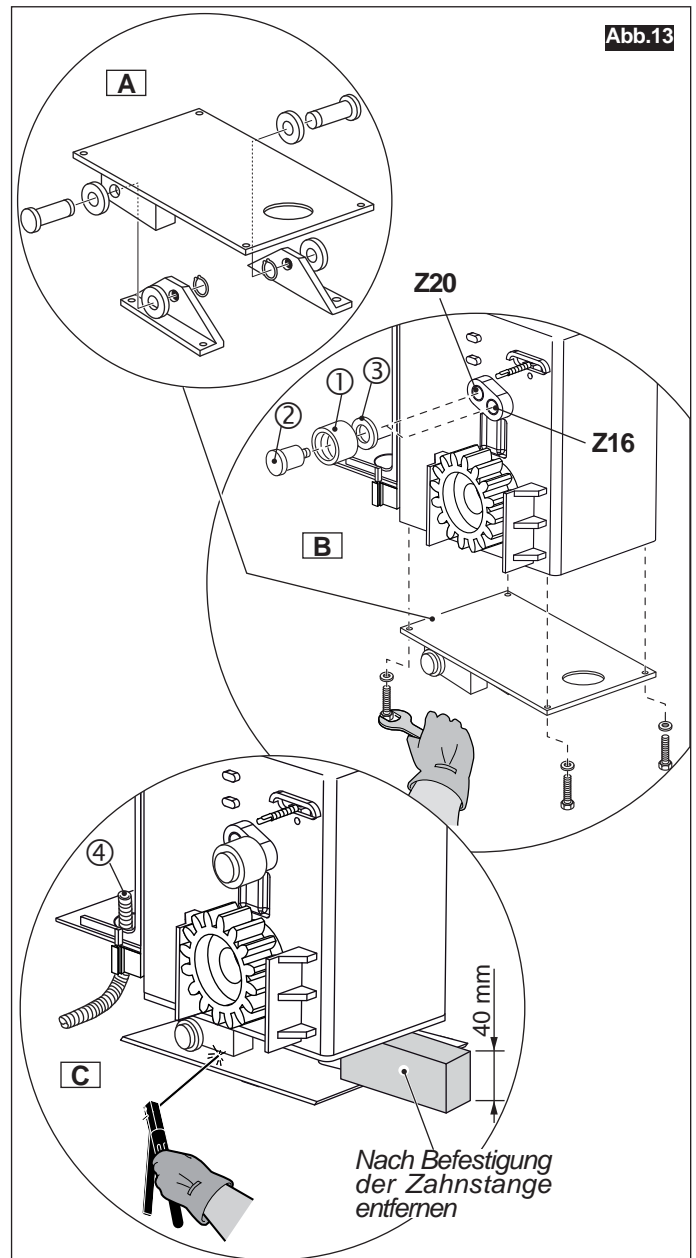

Abb.13
- Die zwei Winkel unter der Kippplatte montieren, und zwar jeden mithilfe des jeweiligen Stifts mit zwei Unterlegscheiben und Seegerringen (Abb.13-Det.A).
- Die Kontrastrolle (Abb.13-Pos.1) in der je nach installiertem Ritzeltyp (Z16 oder Z20) gewählten Bohrung (Det.B) positionieren und mit dem Stift mit Unterlegscheibe (Pos.2-3) befestigen.
- Die Kippplatte mit den Schrauben mit Unterlegscheibe (Abb.13-Det.B) unter der Basis des Antriebs montieren. **Die Platte wie abgebildet KORREKT POSITIONIEREN.**
- Die zwei Auflegewinkel der Kippplatte an der Fundamentplatte festschweißen (Abb.13-Det.C). **WICHTIG: Es empfiehlt sich, vorerst eine Vorschweißung mit 2 Schweißpunkten vorzunehmen. ERST NACH der Montage und der KONTROLLE der Zahnstange zu Ende schweißen.**